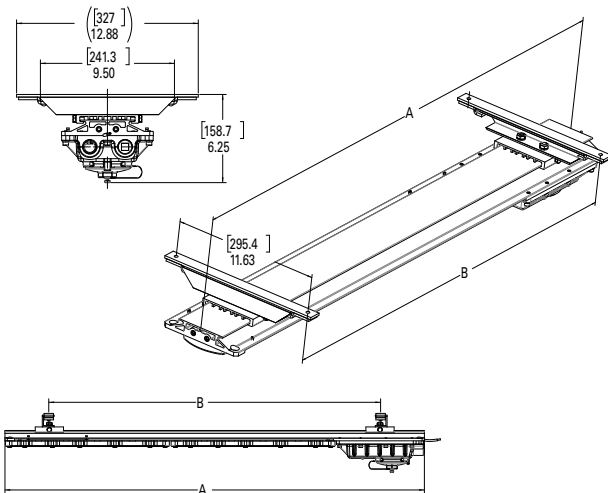

Figure 7. Installation du support MagnaPro ou Surface de la trousse MP1054MTK
3. Marquer et percer des trous pour fixer les supports au mur ou au plafond à l'aide de deux (2) boulons de 1/4 po (non inclus). Les trous des supports MagnaPro peuvent être espacés selon la convenance; il est recommandé de les séparer d'au moins 305 mm (12 po) [voir figure 7].
5. Installer un (1) adaptateur de profilé avec support coulissant sur chaque support MP1054MTK. Glisser le bord long de l'adaptateur profilé dans les fentes du support et serrer les deux (2) vis cruciformes aux extrémités de chaque support de la trousse MP1054MTK. S'assurer que les supports coulissants sont parallèles (voir la figure 7).
6. Le luminaire est maintenant prêt à être monté. Il est fortement recommandé de faire appel à deux (2) gens de métier qualifiés pour procéder au montage final du luminaire. Cette recommandation a pour but d'éviter toute blessure corporelle ou tout dommage au luminaire.